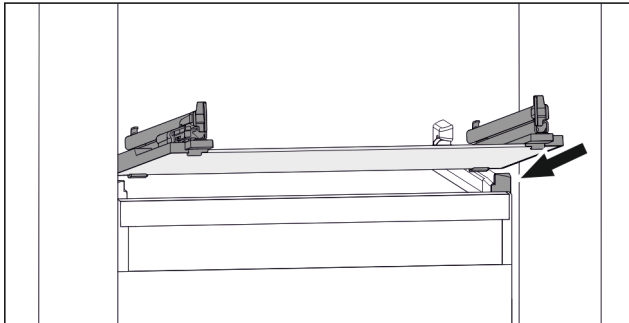

Fig. 115 Beispielhafte Darstellung der Glasplatte
- ▶ Glasplatte schräg hinter den Stoppere aufsetzen. (siehe Fig. 115)